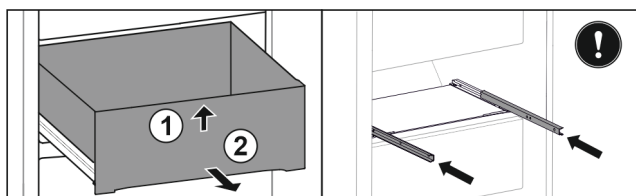

Fig. 51
- ▶ Nadzvedněte zásuvku vpředu. Fig. 51 (1)
- ▶ Vyjměte zásuvku dopředu. Fig. 51 (2)